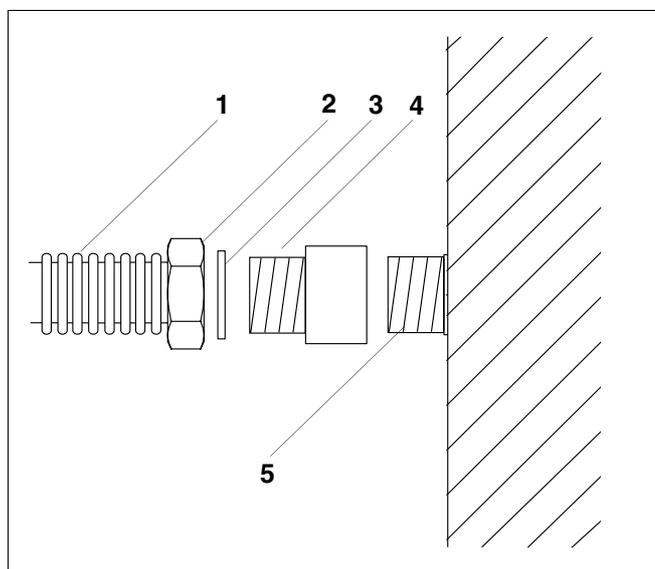

Fig. 9 Raccordement du flexible en inox au préparateur à l'aide des raccords R1
La pièce intermédiaire Rp1 × R1 (fig. 9, **pos. 4**) est placée sur le raccordement du préparateur R1 (fig. 9, **pos. 5**) afin d'obtenir une meilleure surface d'étanchéité et par conséquent le raccordement étanche du préparateur.
- Vissez la pièce intermédiaire Rp1 × R1 (fig. 9, **pos. 4**) sur le raccordement du préparateur R1 (fig. 9, **pos. 5**) pour relier le préparateur à la station complète.
- Placez le joint (fig. 9, **pos. 3**) dans l'écrou-raccord pré-monté Rp1 (fig. 9, **pos. 2**).
- Vissez l'écrou-raccord pré-monté Rp1 (fig. 9, **pos. 2**) du flexible inox sur le filetage R1 de la pièce intermédiaire Rp1 × R1 (fig. 9, **pos. 4**).